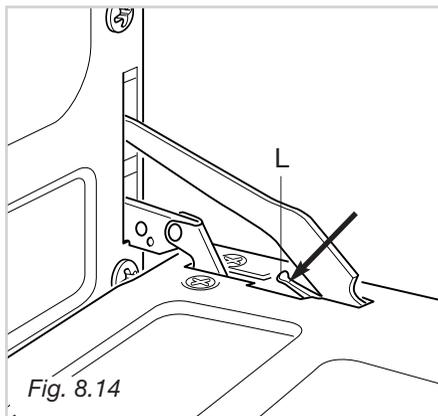

Fig. 8.14
- Spingere in basso la levetta di aggancio "L" (fig. 8.14) e mantenendola in questa posizione richiudere dolcemente la porta per ottenere il blocco della cerniera.